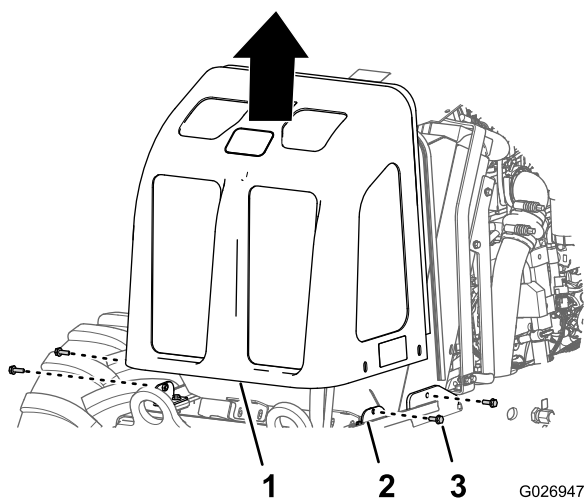

Figure 5
2. Retirez les 4 boulons à embase (10 x 30 mm) qui fixent le panneau avant au cadre de la machine (Figure 5).
3. Basculez le panneau avant en avant et soulevez-le pour le déposer de la machine (Figure 5).